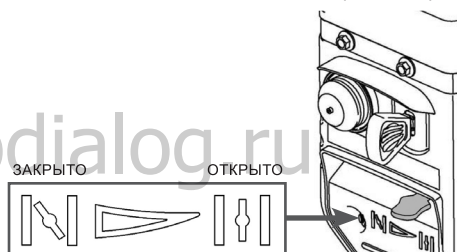

Рис. 29. Рычаг управления воздушной заслонкой
6. Закройте воздушную заслонку карбюратора. Для этого переведите рычаг управления воздушной заслонкой в крайнее левое положение (Рис. 29).